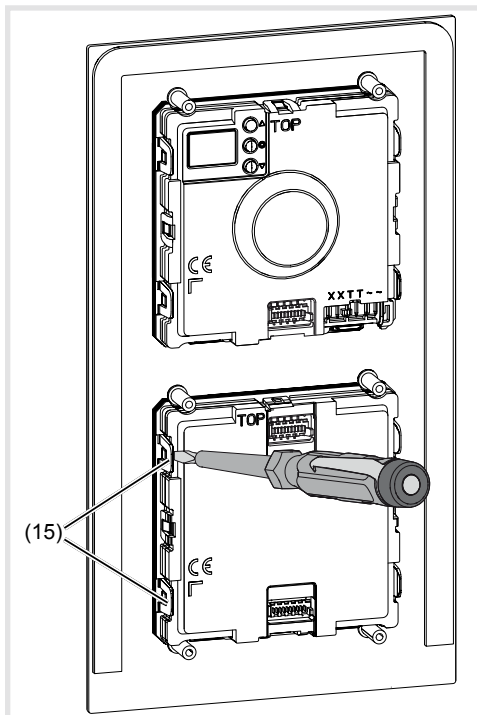

Bild 13: Modul entriegeln
- Anschluss-Klemmenblock (11) am Gerät abziehen.
- Zur Modul Entnahme die seitlichen Haltetaschen (15) der Modul-Halterung durch vorsichtiges Hebeln mit einem Schraubendreher entriegeln (Bild 13).